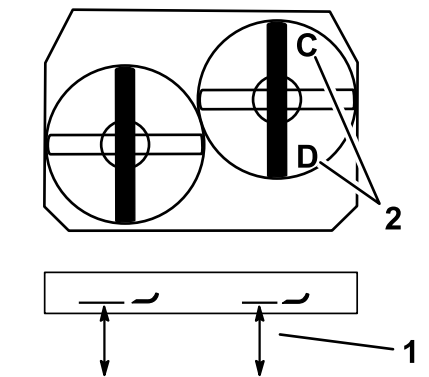

Figura 80
1. Disponete la lama destra in posizione longitudinale rispetto alla macchina (**Figura 80**).
2. Misurate la lama destra al punto **C** da una superficie piana fino al tagliente della punta della lama e annotate la misura rilevata (**Figura 80**).
3. Misurate la lama destra al punto **D** da una superficie piana fino al tagliente della punta della lama e annotate la misura rilevata (**Figura 80**).
Nota: La lama del tosaerba deve essere da 6 a 10 mm più bassa al punto **C** rispetto al punto **D** (**Figura 80**). In caso contrario eseguite la seguente operazione.
2. Disponete la lama destra in posizione longitudinale rispetto alla macchina (Figura 80).